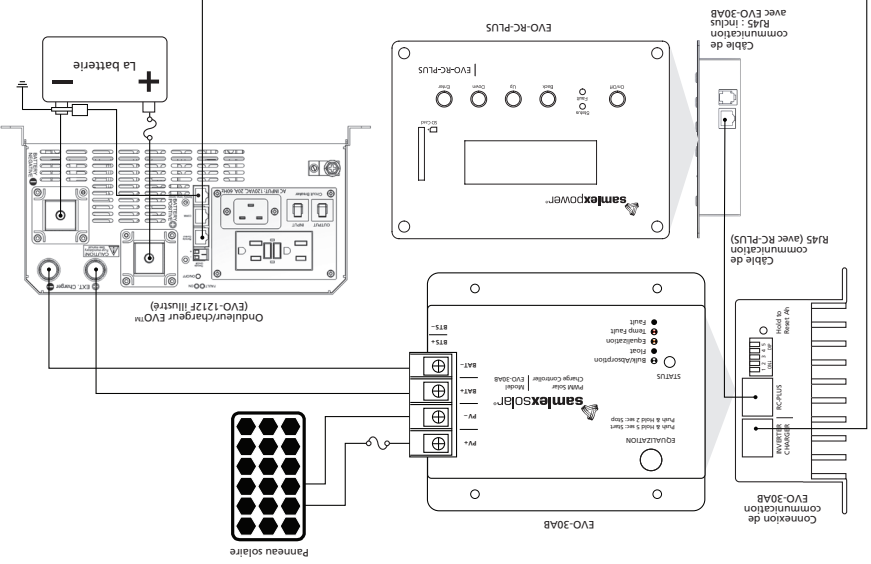

Fig 6.4 Schéma de câblage de l'onduleur/chargeur EVO-30AB avec EVO-RC-PLUS et EVO™
3. Installez l'EVO-30AB comme décrit dans les sections 6.1 à 6.3 de ce manuel, mais en effectuant la connexion de la batterie à la «connexion du chargeur CC externe sur l'onduleur / chargeur EVO™». Voir la figure 6.4 ci-dessous.
5. Connectez le câble de communication entre l'onduleur / chargeur EVO™ et l'EVO-30AB comme le montre la figure 6.4 ci-dessous.
6. Connectez le câble de communication entre le contrôleur de charge et l'EVO-RC-PLUS comme le montre la figure 6.4 ci-dessous.